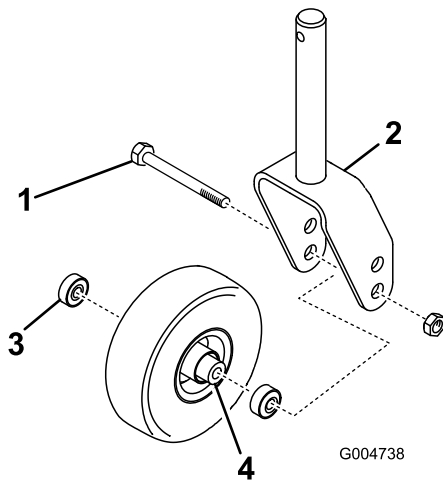
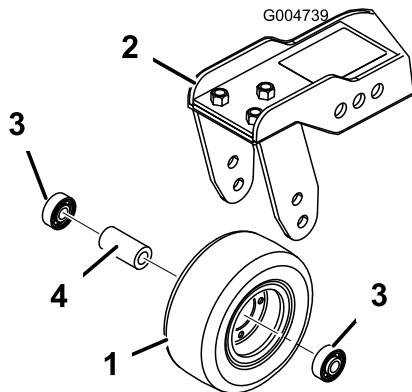

Figura 109
Figura 110
- Togliete il dado di bloccaggio dal bullone che fissa il gruppo ruota orientabile alla forcella (Figura 109) o al braccio di rotazione (Figura 110).
- Togliete il cuscinetto dal mozzo della ruota e lasciate cadere il distanziale del cuscinetto (Figura 109 e Figura 110).